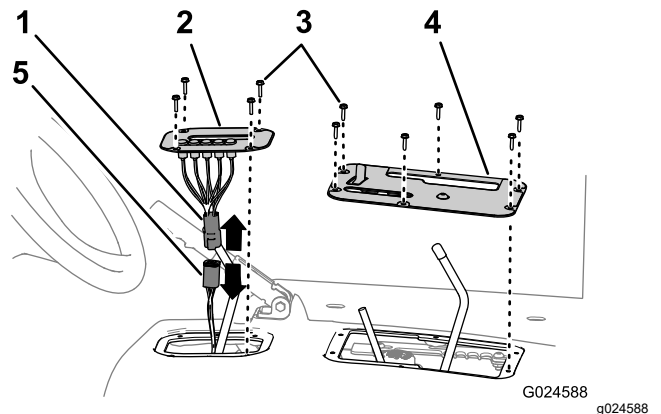

Figure 5
2. Retirez les 4 vis à tête hexagonale qui fixent le couvercle de l'indicateur de sélection au carénage du siège (Figure 5).
3. Soulevez l'indicateur de sélection, débranchez le connecteur de l'indicateur du connecteur de faisceau de la machine et déposez le couvercle de l'indicateur de la machine (Figure 5).
4. Retirez les 6 vis à tête hexagonale qui fixent le couvercle de commande au carénage du siège, et déposez le couvercle de commande (Figure 5).